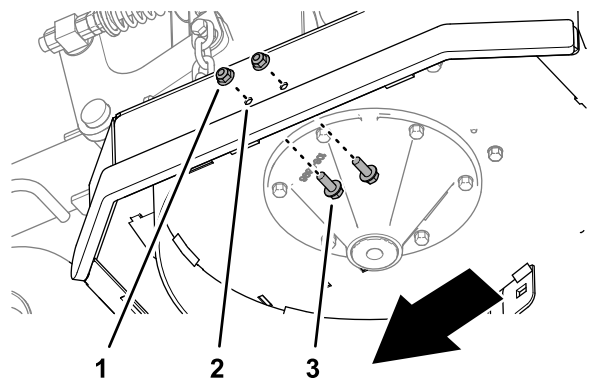

Figure 12
2. Insérez 2 vis à embase ($\frac{3}{8}$ " x 1") dans les trous de 10 mm du plateau de coupe (Figure 12) et fixez les vis avec 2 contre-écrous à embase ($\frac{3}{8}$ ") que vous avez retirés à l'opération 1.